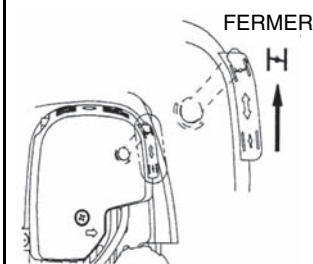
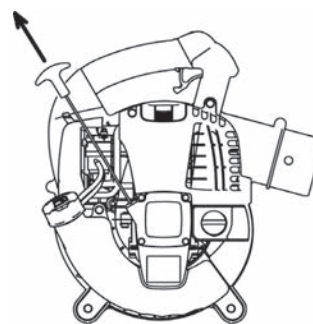

Figure 3
Figure 4
- Élever le levier de réglage jusqu'en position fermée (Figure 3).
- (4) Saisir la poignée principale avec la main gauche pour empêcher le moteur de bouger.
- (5) Tirer la poignée de démarrage jusqu'à ce qu'il soit difficile de tirer (point de compression). Puis, laisser revenir la poignée de démarrage, et la tirer fortement. (Figure 4)